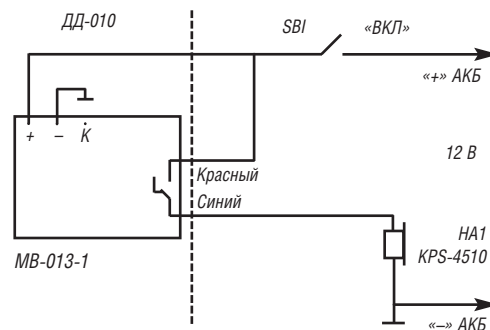

Рис. 2. Схема подключений ДД-010 к электроцепям автомобиля
2. К нормально разомкнутым контактам исполнительного реле припаять проводники, включённые в разрыв электрической цепи от АКБ к звуковому излучателю с встроенным генератором KPI-4332 (или аналогичному), — см. схему подключения на рис. 2.